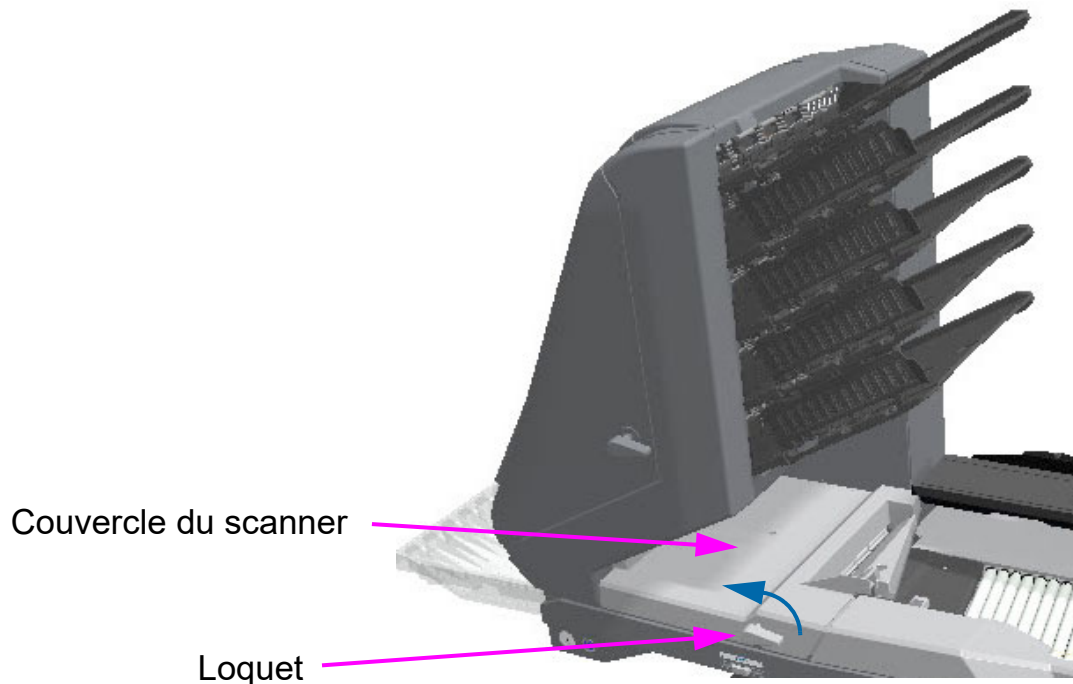

Figure 4-36 : Accès au scanner
1. Tournez le loquet dans le sens inverse des aiguilles d'une montre pour libérer le couvercle du scanner. Le couvercle du scanner basculera en position ouverte (Figure 4-36).